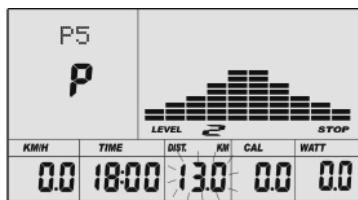

图 27
- D. 距离的读数闪烁，按 UP、DOWN 键（或旋转）设定希望运动的距离值，然后按 ENTER 键确定所设置的数值。（如图 27）